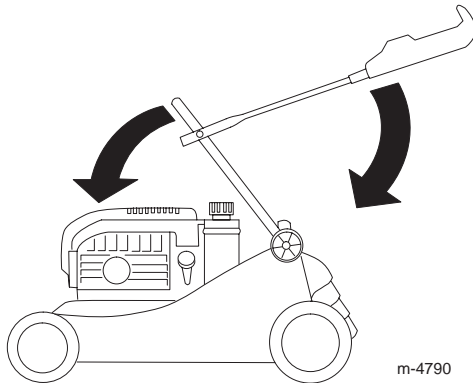

Figure 32
3. Abaissez avec précaution la partie inférieure du mancheron vers l'avant jusqu'à ce qu'elle repose sur le moteur (Fig. 32).
4. Repliez avec précaution la partie supérieure du mancheron en arrière jusqu'à ce qu'elle repose bien à plat (Fig. 32).